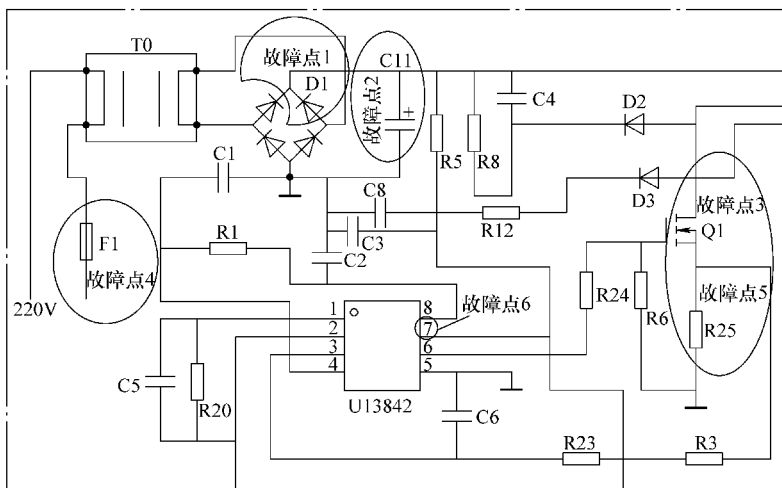

图 13-11 高压部分常见故障点截图
高压故障的主要现象是指示灯不亮, 其特征体现熔丝管熔断或爆裂, 整流二极管 D1 击穿, 电容 C11 鼓包或炸裂。Q1 击穿, R25 开路。U1 的⑦脚对地短路。R5 开路, U1 无启动电压。相关电路截图如图 13-11 所示。